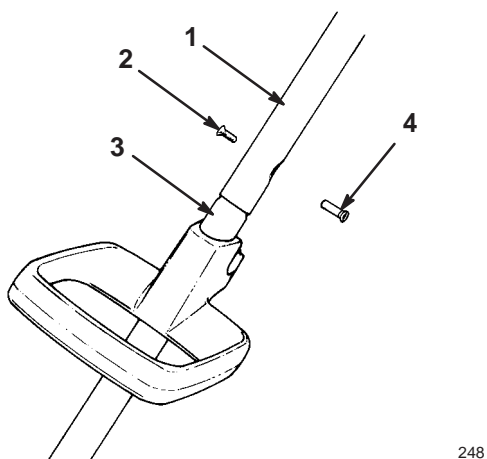

Figure 3
3. Insérez le tube inférieur dans le tube supérieur jusqu'à ce que les orifices des vis soient en face l'un de l'autre (Fig. 3).
4. Fixez les tubes inférieur et supérieur en insérant la vis fendue et l'écrou fraisé (fournis dans le sachet de pièces détachées) dans les trous alignés des tubes (Fig. 3).